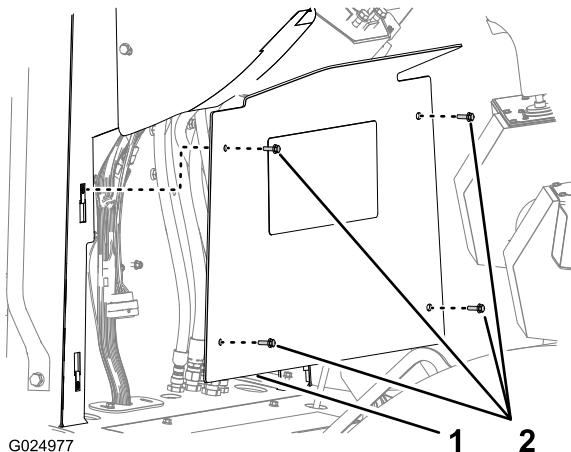

Figura 116
1. Retire los 4 pernos de cabeza hexagonal con arandela prensada (6 x 20 mm) que sujetan el panel inferior de la consola a la consola, y retire el panel (Figura 116).
3. Alinee el panel inferior de la consola con la consola (Figura 116).